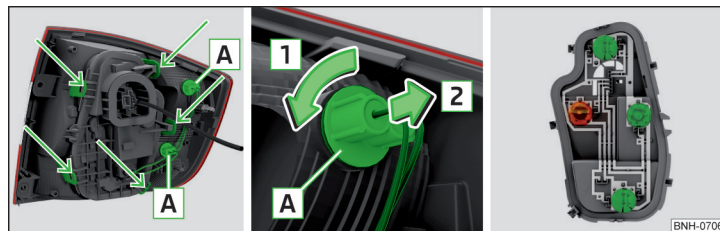

Fig. 278 Partea exterioră a lămpii/Scoaterea becului/Suportul de lampă
- › Rotiți soclul, împreună cu becul cu incandescență **A** în sensul săgeții **1** » fig. 278.
- › Deblocați soclul becului în zonele marcate cu săgeți » fig. 278 și scoateți-l din lampă.